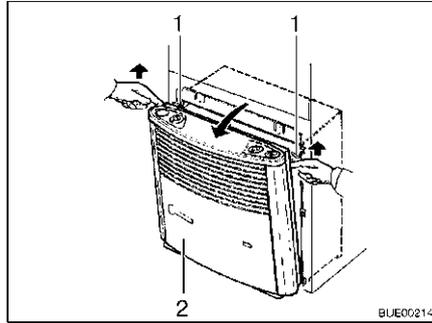

Fig. 109 Extraer el revestimiento de la calefacción
- Retirar el revestimiento de la calefacción (Fig. 109,2). Para ello, tirar hacia adelante la parte superior del revestimiento, presionar los muelles de sujeción (Fig. 109,1) a los lados hacia arriba y abatir el revestimiento hacia adelante.